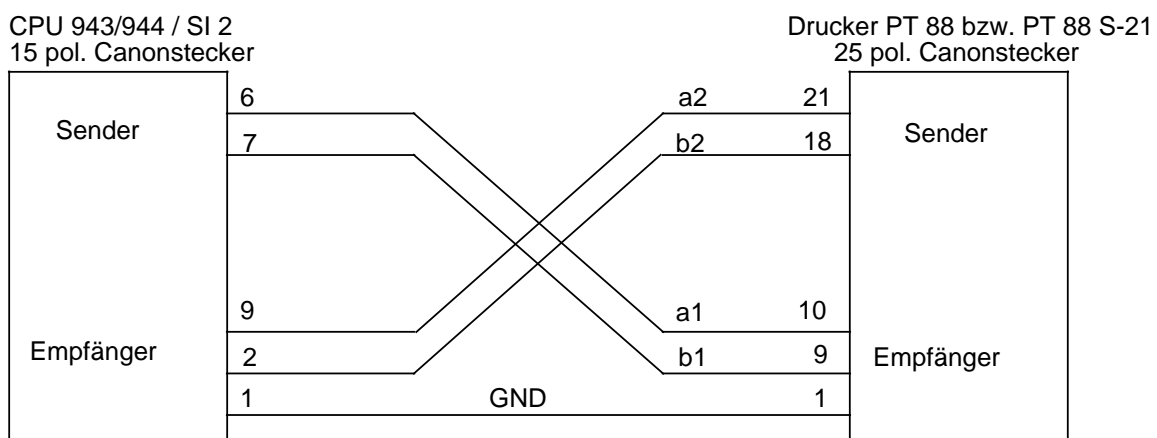

Bild 12.12 PIN-Belegung der Verbindungsleitung CPU 943/944 / SI 2 zu den entsprechenden Druckern PT88 bzw. PT88 S-21 (TTY)
- Drucker PT88 über entsprechendes Kabel an CPU 943/944 SI 2 anschließen (siehe Bild 12.12)